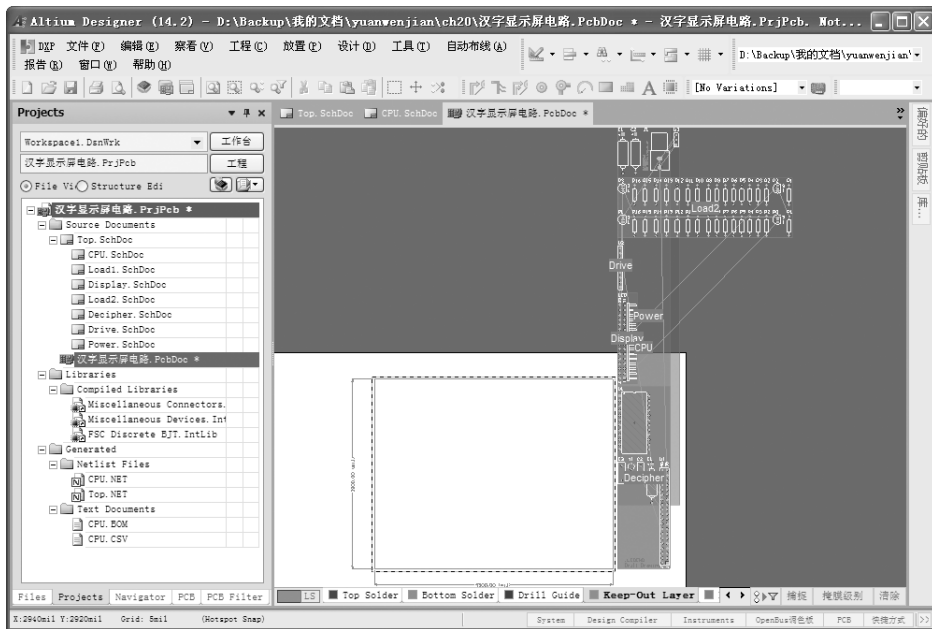
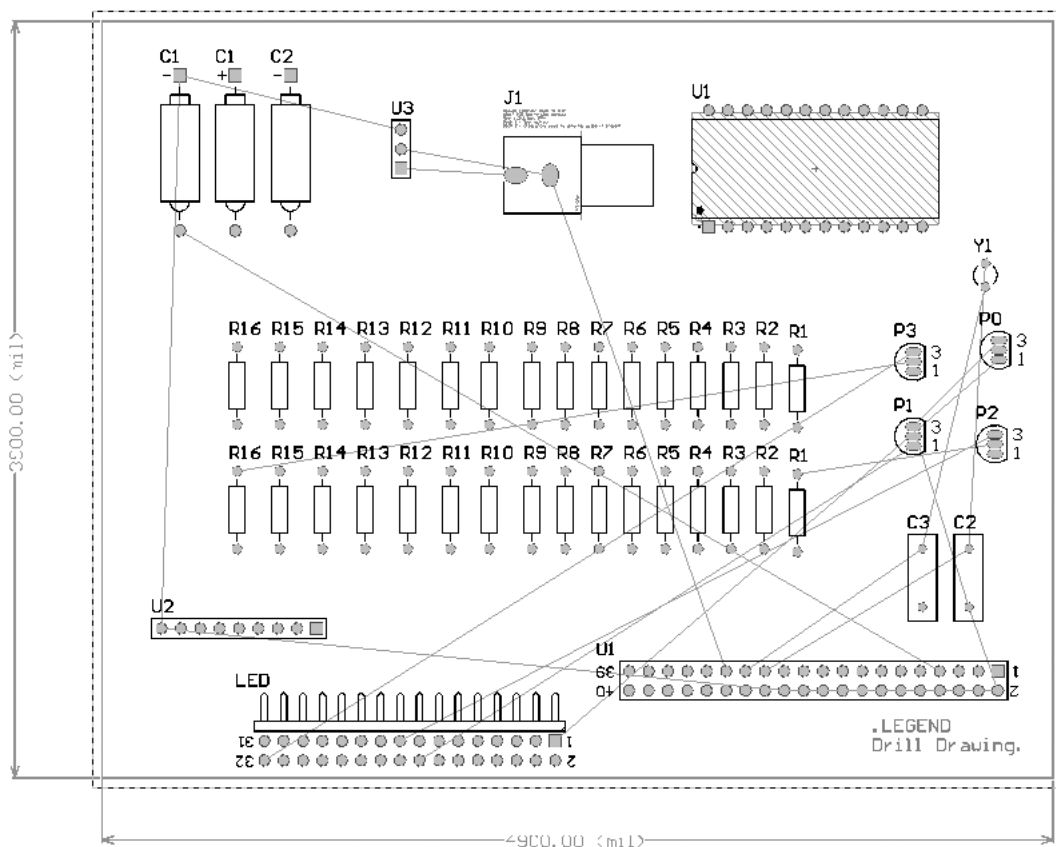

图 15-51 加载元件到电路板
图 15-52 零件在放置区域内的排列
8) 在图 15-51 中, 包括 7 个零件放置区域 (上述设计的 9 个模块电路), 分别指向这 7 个区域内的空白处, 按住鼠标左键将其拖到板框之中 (可以重叠)。再次指向零件放置区域内的空白处, 单击鼠标, 区域四周出现 8 个控点, 再指向右边的控点, 按住鼠标左键, 移动光标即可改变其大小, 将它扩大一些 (尽量充满板框)。改变零件放置空间范围后的原理图如图 15-52 所示。
10) 手动放置零件, 电路板设计初步完成, 如图 15-52 所示。